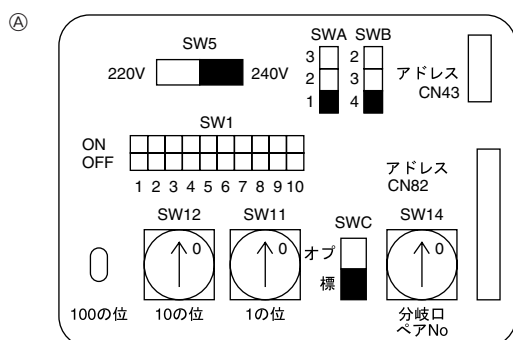

Fig. 4-4
4.3. Definição dos endereços (Fig. 4-4)